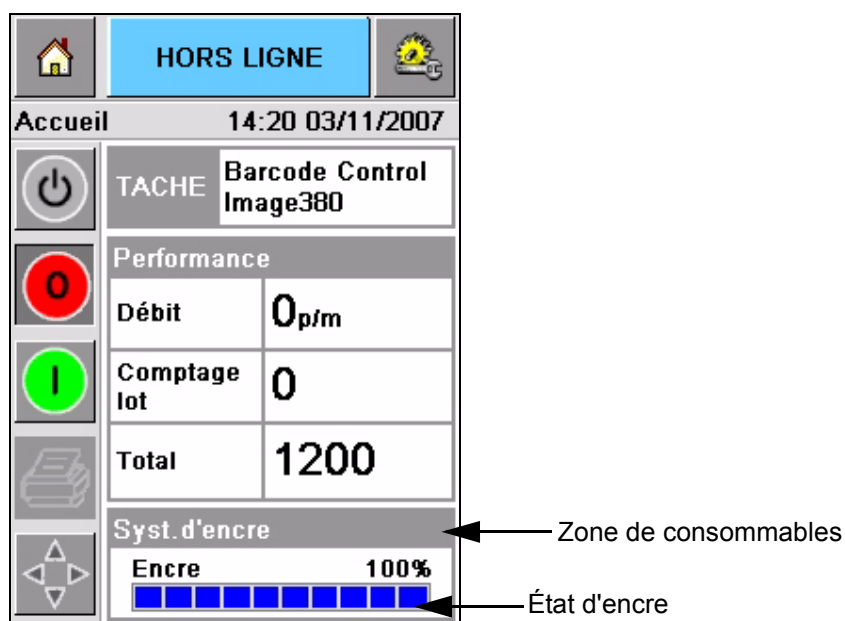
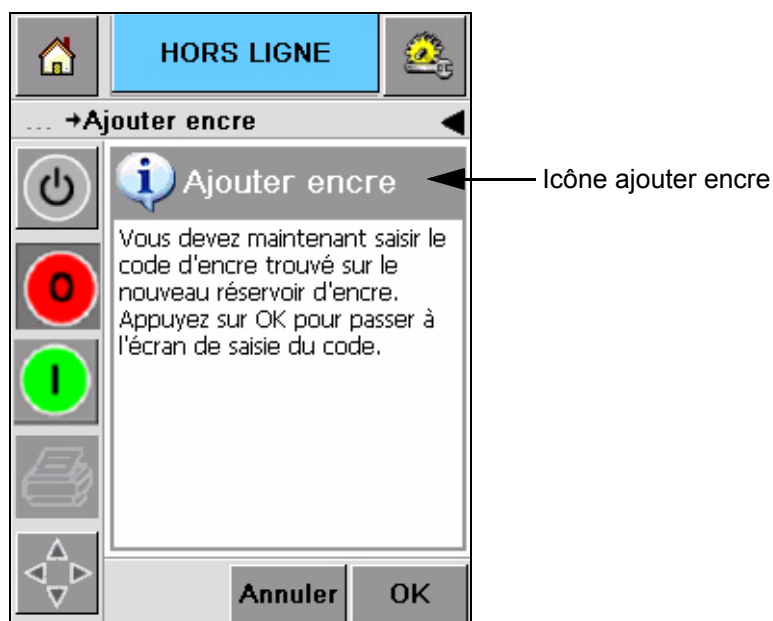

Figure 4-7 : Zone de consommables
Figure 4-8 : Écran de consommables
La zone consommables de la *page d'accueil* affiche une valeur en pourcentage de l'encre restant dans la cartouche d'encre de l'imprimante. Par exemple, consultez la Figure 4-7 à la page 4-7.
L'encre doit être ajoutée lorsque l'avertissement de niveau bas d'encre s'affiche sur l'écran de CLARiTY®. La barre d'état d'encre doit afficher moins de 5% (Figure 4-7). L'état d'encre montrée sur la barre d'état permet d'assurer que la cartouche actuelle est remplacée après qu'elle soit complètement vide.
- 1 Touchez la zone des *consommables* sur la page d'accueil (Figure 4-7 à la page 4-7). La page des *consommables* s'affiche (Figure 4-8).
- 2 Touchez l'icône *Ajout encre* (Figure 4-8). L'écran *Ajout d'encre* s'affiche (Figure 4-9 à la page 4-9).